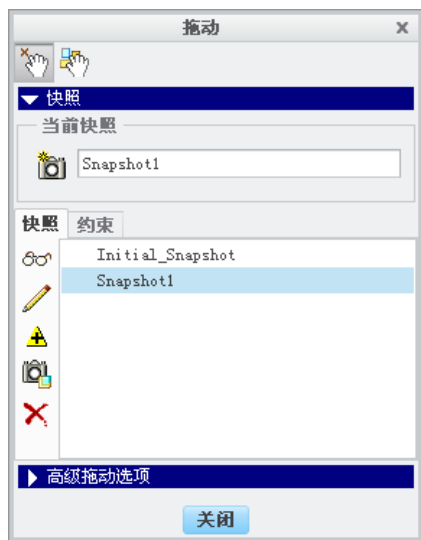
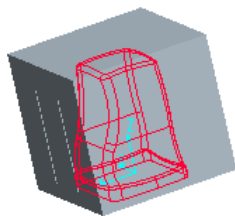

图 10.2.10 “拖动”对话框
图 10.2.9 创建第一个快照
(1) 创建第一个快照。在图 10.2.9 所示的状态创建第一个快照，方法是单击“拖动”对话框中的按钮，此时在图 10.2.10 所示的快照栏中便生成 Snapshot1 快照。